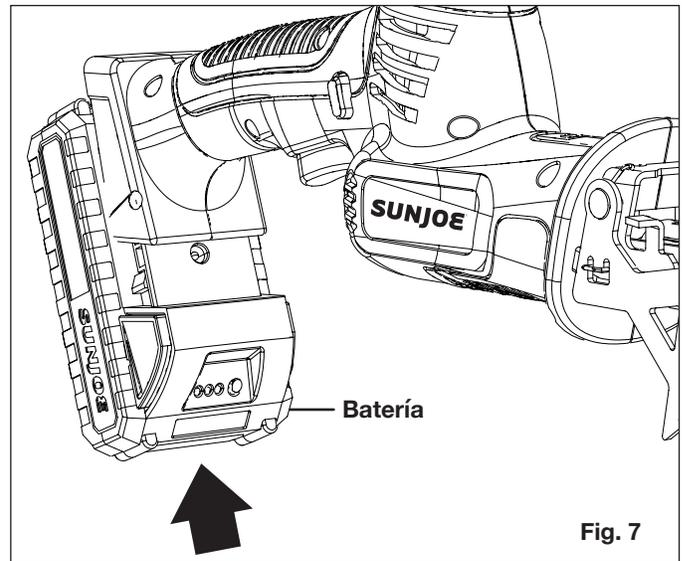

Fig. 7
1. Asegúrese de que la cuchilla y la mordaza para ramas (de ser usada) estén instaladas de forma segura. Inserte la batería en el compartimiento de batería (Fig. 7).